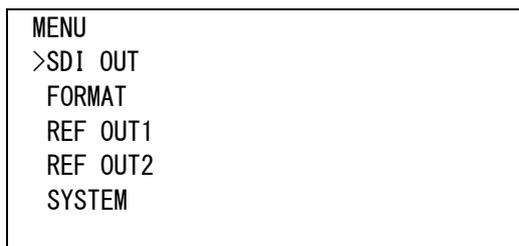

図4-104 オンスクリーンメニュー(4K-SL メインメニュー)
- 2)再度メインメニュー(図 4-104 のような設定メニューが表示されます。)からツマミを回して「SDI OUT[SDI]」、「FORMAT[FMT]」、「REF OUT1[REF1]」、「REF OUT2[REF2]」、「SYSTEM[SYS]」を選択し、**ENTER** ボタンを押して設定項目メニュー階層下の項目内容メニューに入ります。